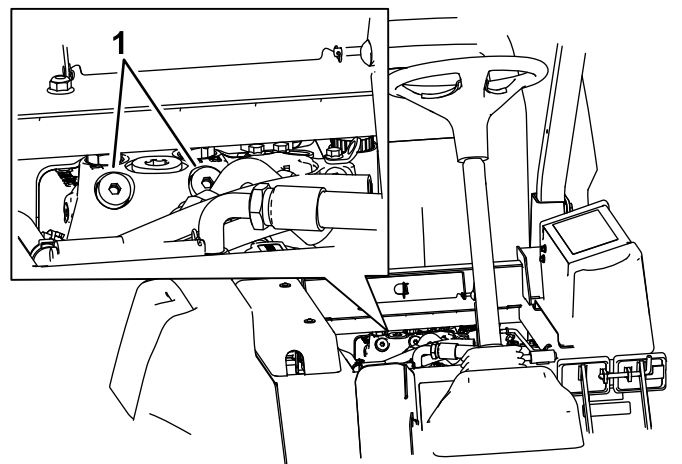

Figura 75
1. Sollevate il sedile e individuate le valvole di bypass, che sono posizionate sotto la parte anteriore del serbatoio del carburante (Figura 75).